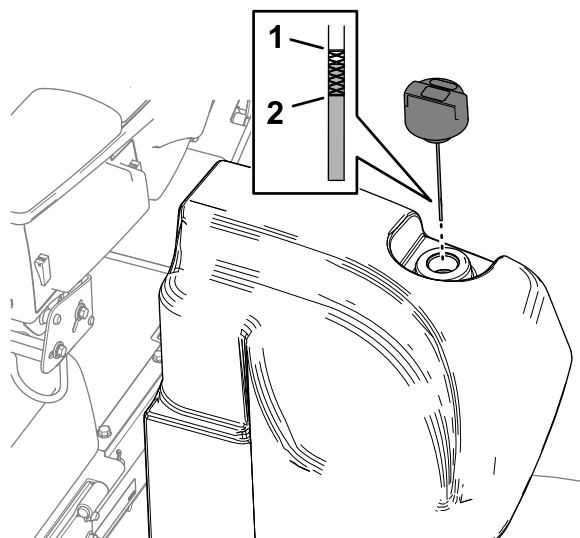

Bild 147
2. Reinigen Sie den Bereich um den Füllstutzen und den Deckel des Hydraulikbehälters (Bild 147).